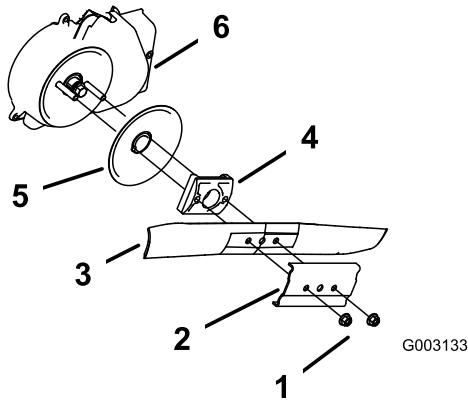

Figure 28
3. Retirez les 2 écrous de la lame et le renfort (Figure 28).
4. Déposez la lame (Figure 28).
5. Déposez le dispositif d'entraînement de la lame et le disque (Figure 28).
6. Déposez la protection du débrayage du frein de lame (Figure 28).
10. Reposez la lame et le renfort déposés précédemment (Figure 28).